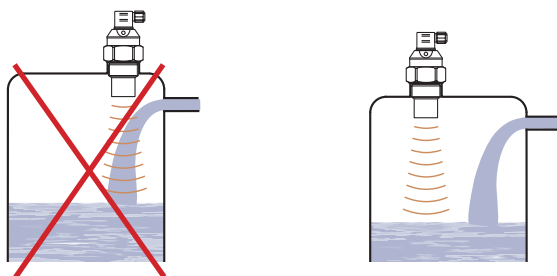

Рис. 7: Инсталляция измерителя уровня вне зоны досягаемости заполняющего потока
- Не устанавливать измеритель уровня в месте или над местом **заполнения**. (рис. 7). Возможно измерение заливаемого материала, а не уровня материала в резервуаре.